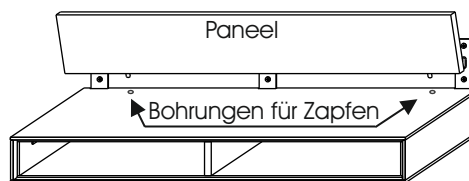

Abb. 6
8. Setzen Sie das Rückwandpaneel auf den Oberboden des Möbels. Hierzu sind in dem Boden Bohrungen vorgesehen, in der die Zapfen des Paneels eingreifen. Hiernach wird das Paneel nach hinten „geklappt“ und durch Magnete, die in dem Paneel eingeschraubt sind, gehalten. (Abb. 6/7)